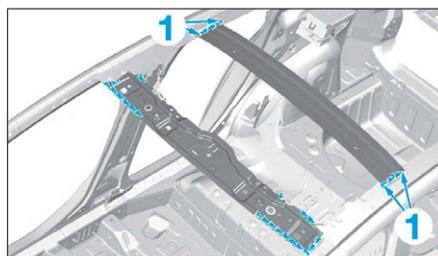

FIG. 151
- Dépointer en (1) comme illustré (Fig.151).